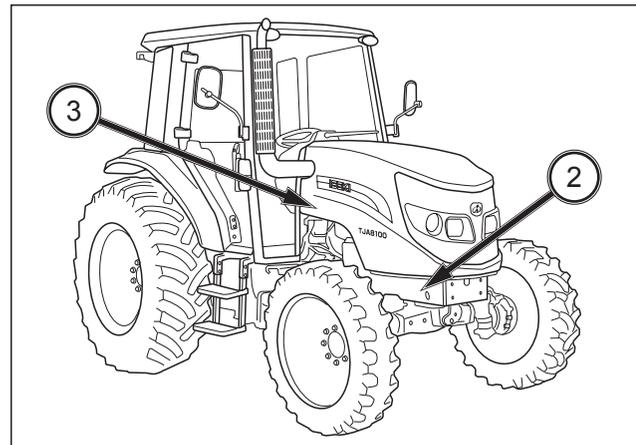

FIG. 31
**FIG. 31 et 32 :** La plaque d'identification du moteur est fixée à droite du moteur (3).